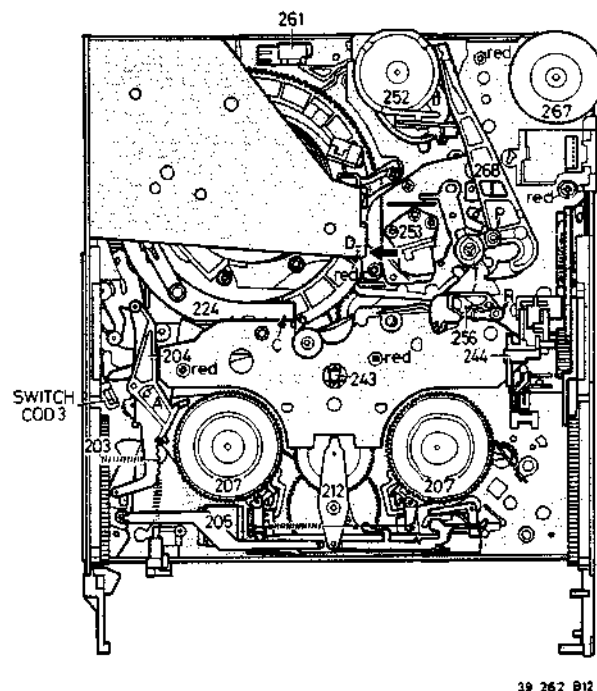

Fig. 3-1-8
- Feder aushängen - Pos. 203 (Abb. 3-1-8)
- Die Oberplattenbefestigungsschrauben (rot) losschrauben. 4 x Plastite-Schrauben, 1 x Tapfite-Schrauben (Abb. 3-1-8).